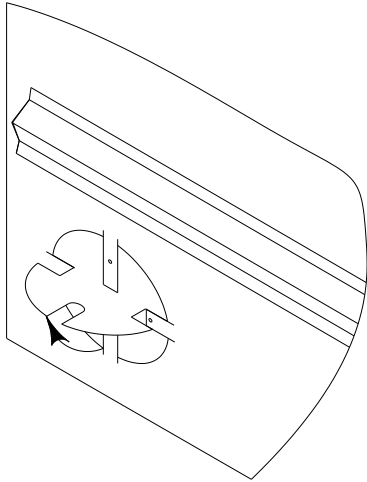

Figure 1 Retrait du panneau amovible /
3. The intake duct can be attached to either the left or the back of the Delta2 fireplace or to the left of the Focus 320, Onyx2, Opel2 and Opel3 fireplace. Start by removing the knockout on the correct side of the fireplace (see Figure 1). Bend out the four tabs to 90°.
3. Le conduit d'aération peut être raccordé sur le côté gauche ou à l'arrière du foyer Delta2, ou sur le côté gauche seulement du foyer Focus 320, Onyx2, Opel2 et Opel3. Commencez par enlever le panneau amovible sur le côté de votre choix (voir Figure 1). Pliez ensuite les quatre languettes à 90°.